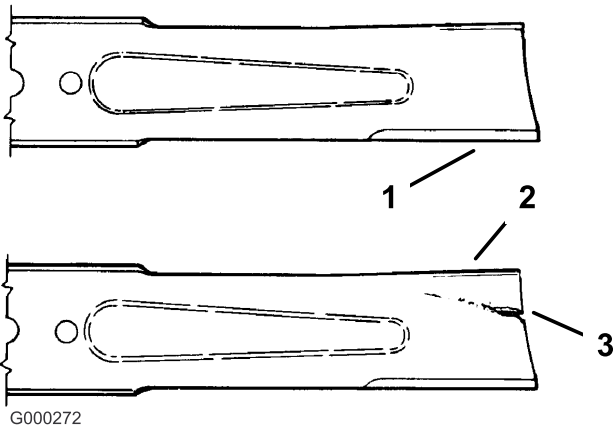

Figure 64
1. Examinez le tranchant des lames (Figure 64). Si les lames ne sont pas tranchantes ou si elles présentent des indentations, déposez-les et aiguisiez-les (voir Aiguisage des lames).
2. Inspectez les lames, surtout la partie incurvée (Figure 64). Remplacez immédiatement toute lame endommagée, usée ou qui présente une entaille (Figure 64).